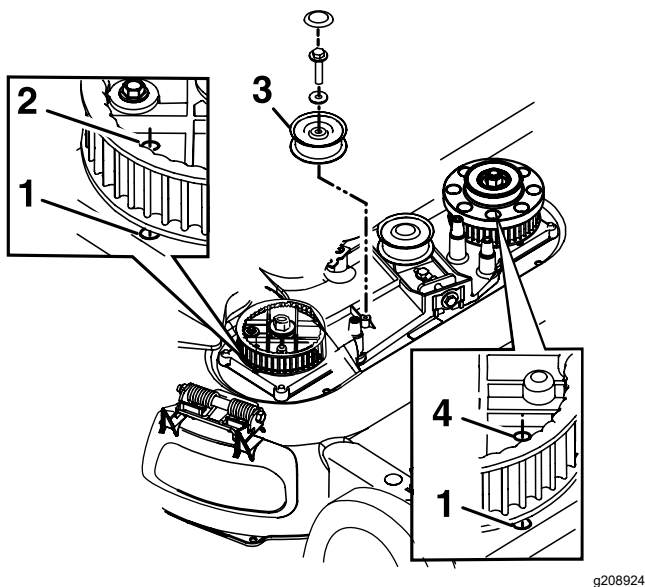

Figura 41
8. Retire la polea tensora fija y los herrajes (Figura 41).
10. Alinee los orificios de los piñones de la izquierda y de la derecha con los orificios de la carcasa, como se muestra en la Figura 41.